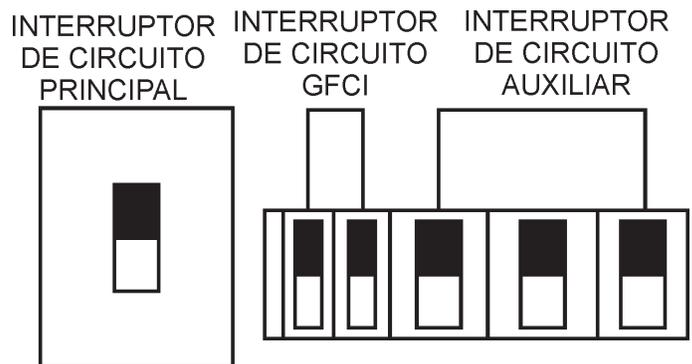

Figura 52. Interruptores principal, aux. y GFCI (ON) (ENCENDIDOS)
15. Coloque los interruptores **principal**, **GFCI**, y **aux.** en la posición **ON (ENCENDIDO)** (Figura 52).